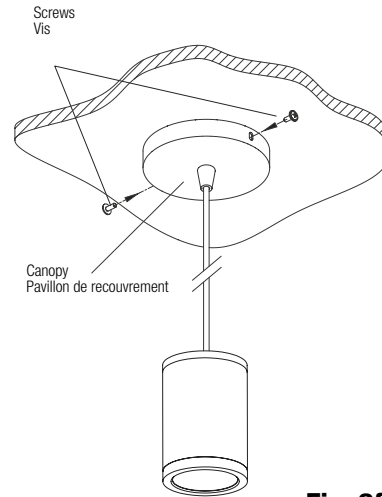
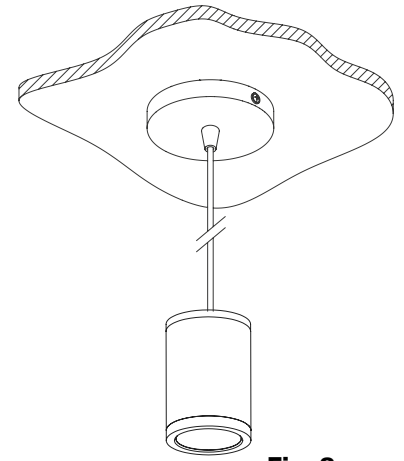

Fig. 2f
Fig. 2g
8. Install the canopy of luminaire on the ceiling Universal Spider Adaptor Plate by using the two side screws (Fig. 2f and Fig. 2g).
8. Installez le pavillon de recouvrement du luminaire sur la plaque adaptateur à débouchures universelles du plafond à l'aide des deux vis latérales (Fig. 2f et Fig. 2g).